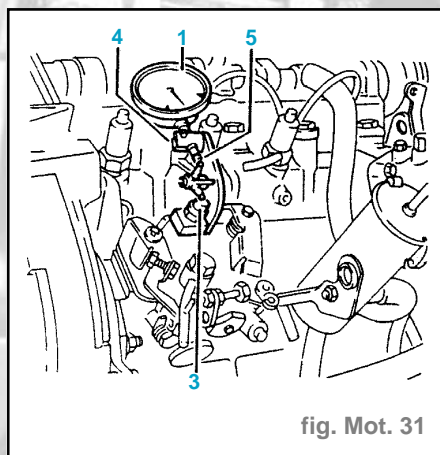

fig. Mot. 31
- Monter : (fig. Mot. 31)
- la pige de calage (3),
- le support de comparateur (4),
- le comparateur (1) muni de la touche plate (5) sur le support (4).